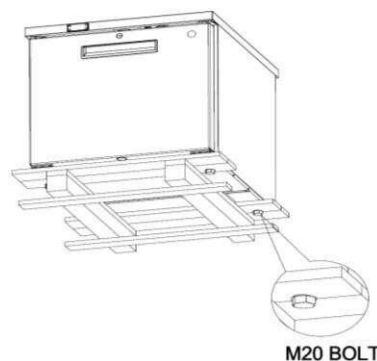

Fig.2
- Rimuovere i due bulloni M20 dalla parte inferiore dell'unità (vedere Fig. 2).